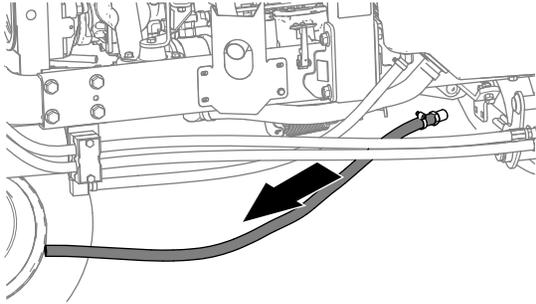

Figure 46
2. Déposez le flexible de retour du refroidisseur d'huile de la machine (Figure 46).